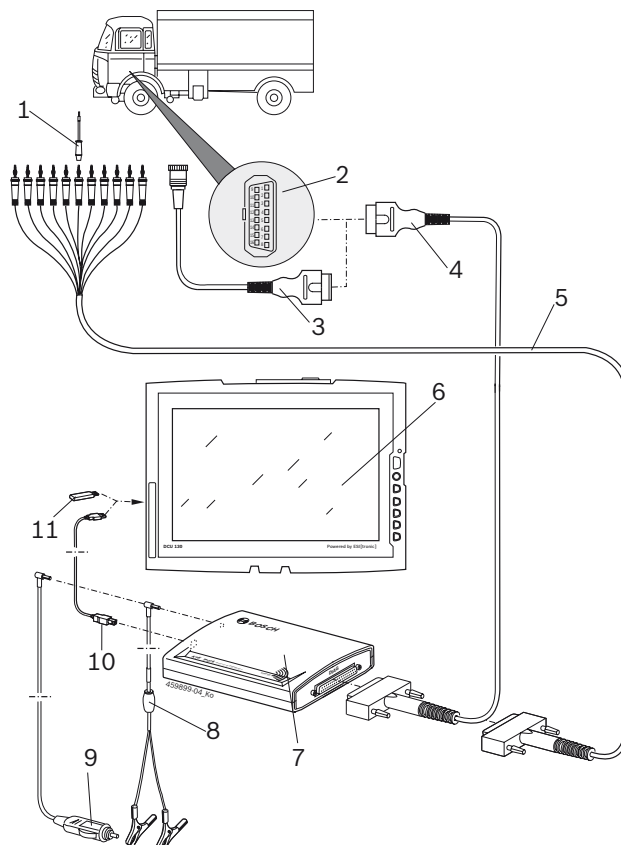

Abb. 3: Schemat elektryczny KTS Truck
- przewód diagnostyczny OBD (rys. 3, poz. 4)
- przewód diagnostyczny OBD i dodatkowo odpowiedni dla danego pojazdu przewód przejściowy (rys.3, poz. 3) (akcesoria dodatkowe)
- uniwersalny przewód przejściowy (rys. 3, poz. 5).